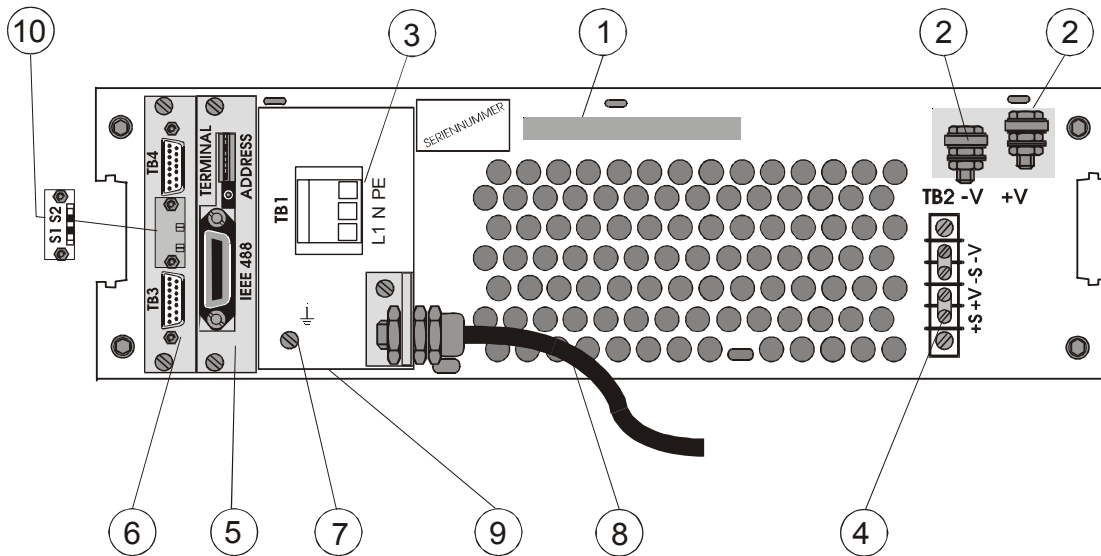

Abb. 4/1
- Abb. 4/1-1 Griff
- Abb. 4/1-2 Lastklemmen
- Abb. 4/1-3 Netzeingang (1-phasig, 230V~)